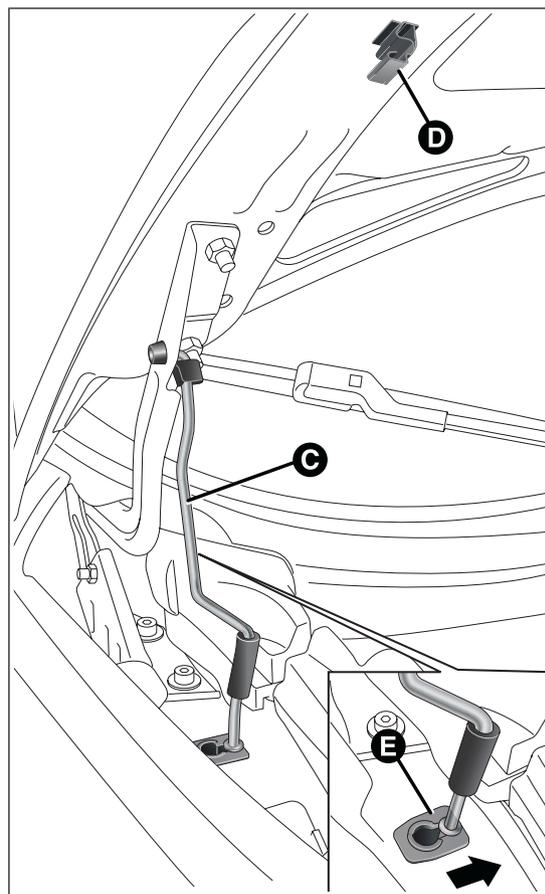

fig. 67
- sollevare il cofano e contemporaneamente liberare l'asta di sostegno C fig. 67 dal proprio dispositivo di bloccaggio D, quindi inserire l'estremità dell'asta nella sede E del cofano motore (foro grande) e spingere nella posizione di sicurezza (foro piccolo), come illustrato in figura.
- tenere sollevato il cofano con una mano e con l'altra togliere l'asta C fig. 67 dalla sede D, con movimento inverso a quello di apertura, e reinserirla nel proprio dispositivo di bloccaggio;